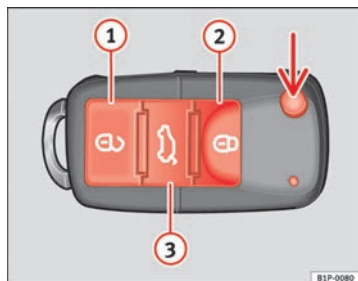

Abb. 43 Tastenbelegung Funkschlüssel
Mit der Taste ⇒ Abb. 43 (Pfeil) der Fernbedienung wird der Schlüsselbart ausgeklappt.
Fahrzeug entriegeln  ⇒ Abb. 43 ①.
Fahrzeug verriegeln  ⇒ Abb. 43 ②.
Heckklappe entriegeln. Die Taste  ⇒ Abb. 43 ③ betätigen, bis alle Blinkleuchten am Fahrzeug kurz aufleuchten. Nach Drücken der Entriegelungstaste  ③ können Sie die Heckklappe innerhalb von 2 Minuten öffnen. Nach Ablauf dieser Zeit wird die Heckklappe wieder verriegelt.
- Drücken Sie die Taste  ② ⇒ Seite 81, Abb. 43 auf der Fernbedienung.
- Drücken Sie die Taste  ① ⇒ Seite 81, Abb. 43 auf der Fernbedienung.